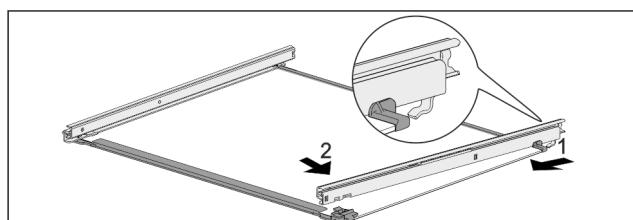

Fig. 59 Скляна пластина з рейками
- Зачепити рейку ззаду. Fig. 59 (1)
- Зафіксуйте рейку спереду. Fig. 59 (2)